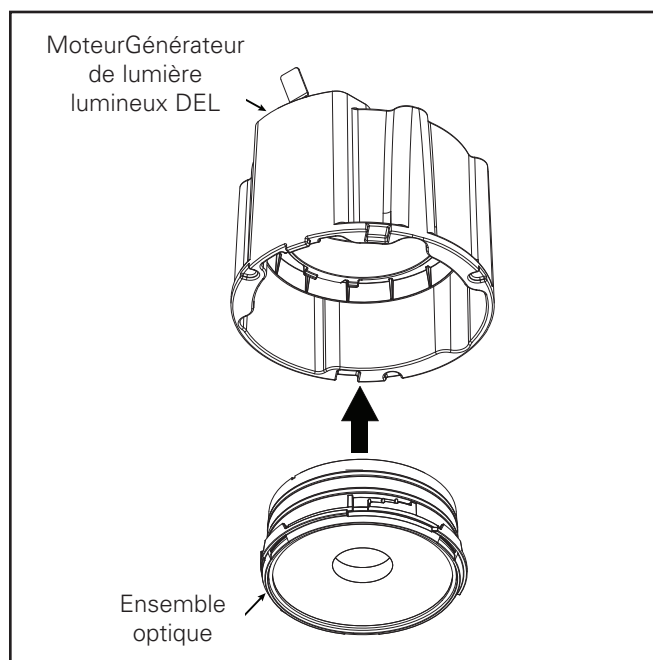

Figure 1
3. Insérez l'ensemble optique dans le support du moteur lumineux à DEL et alignez-le sur les fentes d'ouverture du support du moteur lumineux à DEL. (Figure 1)